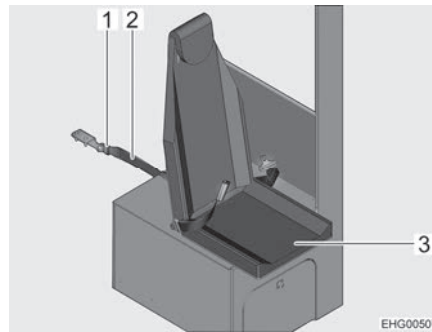

Bild 31 Steckstz sichern
- Sicherungsgurt (Bild 31,2) in das Gurtschloss (Bild 31,1) stecken.
- Sitzfläche (Bild 31,3) herunterklappen.